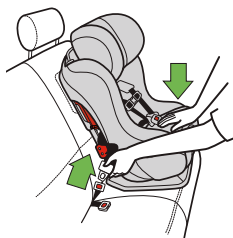

Figure 99
- Presser au centre du siège d'auto pour réduire la tension sur la ceinture du véhicule ce qui aidera à la déboucler plus facilement, tel qu'illustré dans la **Figure 99**.